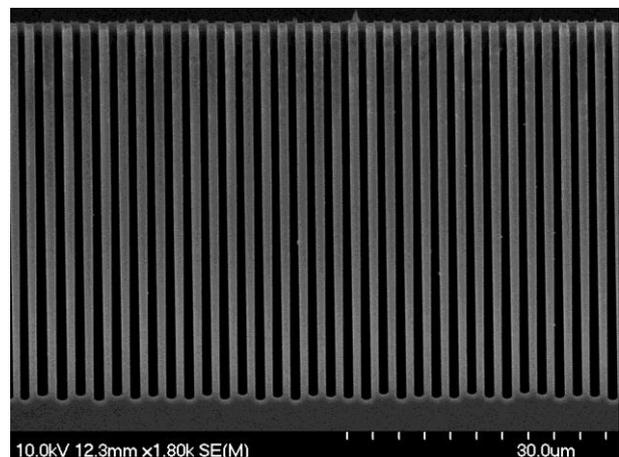

Fig. 2 1  $\mu$ m trench of 2nd trial (CAP-112 mask).
(2) DRIE 処理中の条件変更を連続的にすることで, 表面近傍の異常形状が解消された (Fig. 2). 深さは 45  $\mu$ m 程度で, >50  $\mu$ m の目標に不足するが, 今後詳細を詰めることで達成可能となる感触を得た.